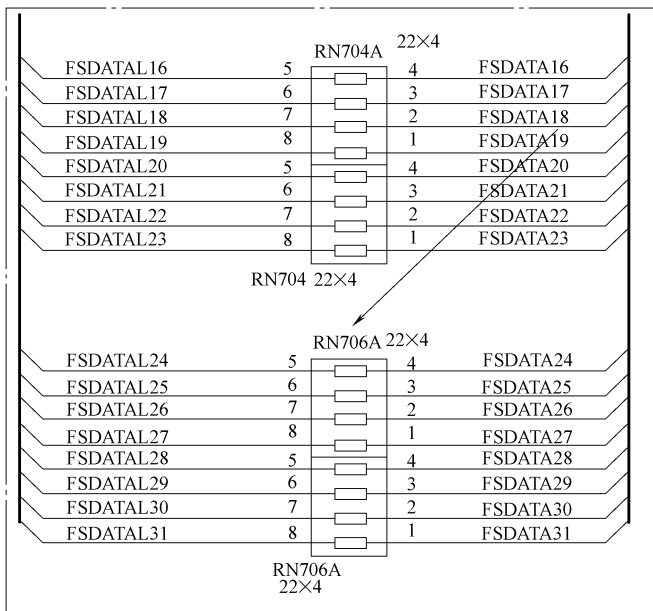

图 5-35 RN706A 相关电路截图
2) 本机的图像通道。主画面高频组件输出的 38MHz 中频信号，经过 K201 声表面滤波器（K7262Q）准分离后，送入 U201（TDA15063）音视频处理电路的②④、②⑤脚，在内部处理后行成 YUV 分量信号，由 TDA15063 的⑦④、⑦⑤、⑦⑥输出到 U5（TDA9178）的⑥、⑧、⑨脚，经过彩色瞬态改善后，从①⑥、①⑦、①⑨脚送回 TDA15063 的⑦⑦、⑦⑧、⑦⑨脚。在内部矩阵编码后从 TDA15063 的⑧⑤、⑧⑥、⑧⑦输出 TV-ROUT、TV-GOUT、TV-BOUT 的信号，经过 Q171、Q172、Q173 到向放大送入 U400（TDA8759）的⑤②、⑥⑤、⑧⑩脚，经过 A-D 变换从 U400 的③⑤~④④、②③~③②、⑦⑦~⑧⑩、①⑤~①⑧脚。输出 24bit 的数据信号，最后送入 U700（GM1501）进行格式变换，其中 U600 是帧存储器，它给 GM1501 进行一幅一幅图片的传送。最后变为 LVDS 信号上显示屏。
- 4) RN706A 相关电路截图如图 5-35 所示。